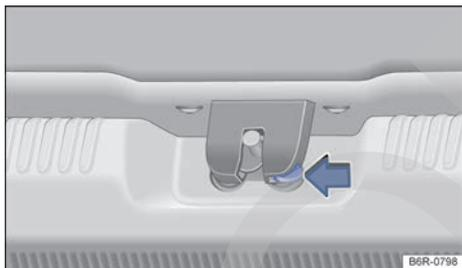

Fig. 70 En el maletero: realizar un desbloqueo de emergencia del portón.
- Presione la palanca de desbloqueo en el sentido de la flecha → fig. 70 y empuje el portón hacia fuera hasta que se abra.